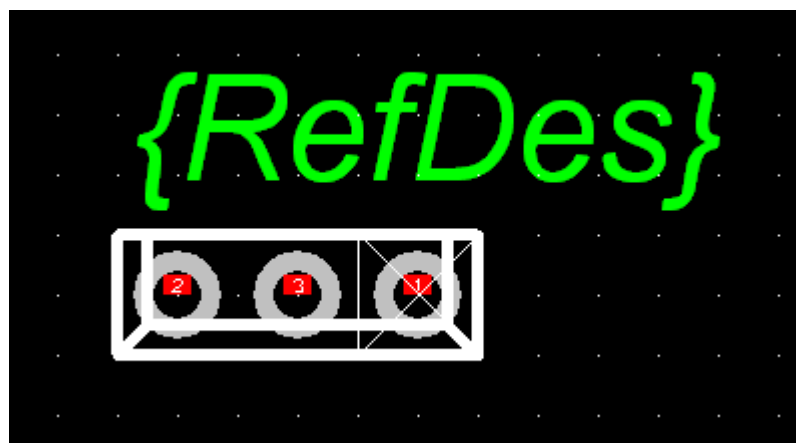

Рис. 20 Посадочное место транзистора КТ315Б
- 7.3 Нарисуйте корпус транзистора так, как он изображен на рис. 20.